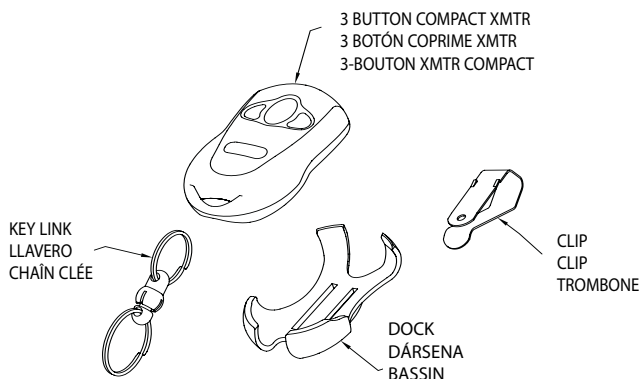

Fig. 2
**Paso 5-1** Reemplazo de batería **Fig. 2**.